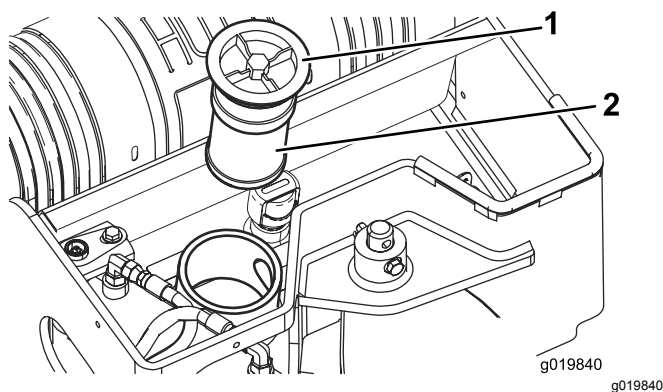

図 60
5. 油圧オイルタンクの注油口周辺とキャップをきれいに拭き、ソケットレンチで補給口からキャップとフィルタを外す 図 60。